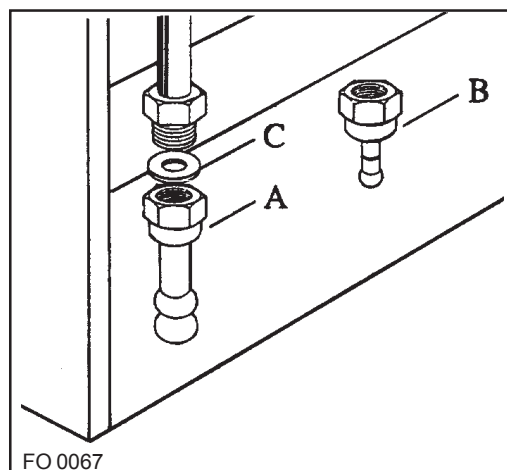

Fig. 24
- **Per l'uso con gas metano o gas città:** montate il portagomma tipo "A" indicato nella Fig. 24.